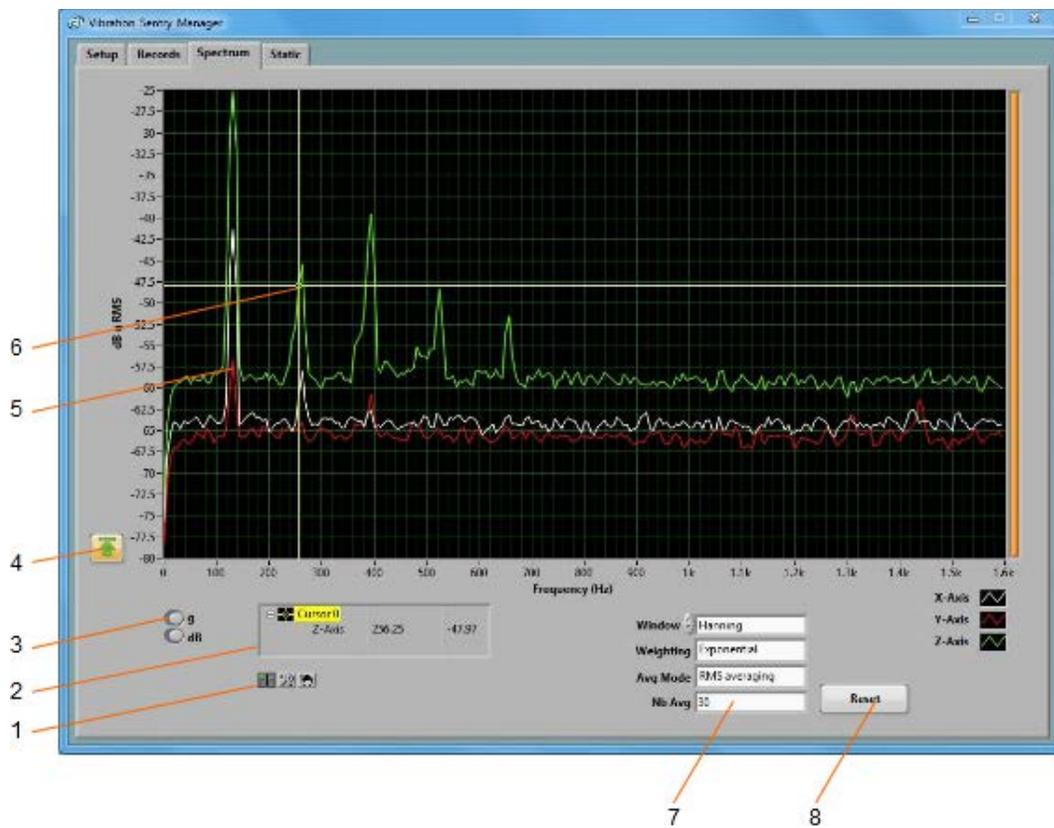

図 7 スペクトラム Tab
- **スペクトラ Tab:** 振動センタリーEからリアルタイムでパワースペクトルを表示するために使用 (図 7参照).